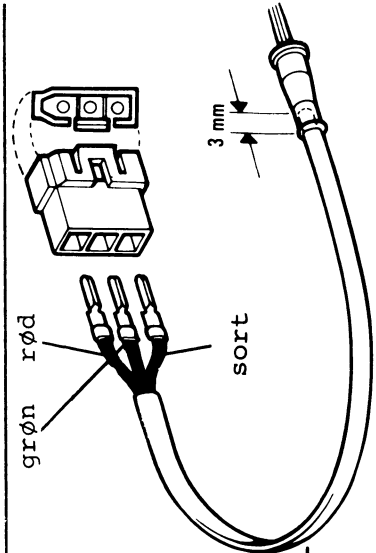

Fig. 7. Montering af impuls-giverled-ninger i stik
12. Skub tyllen ind over ledningen til impulsgiveren (se fig. 7).
- (I) at rotor/vingen ikke berører impulsgiveren eller andre komponenter inde i fordeleren. Dette kan gøres ved at dreje motoren manuelt eller bruge startmotoren,
- (II) at ledningerne fra impulsgiveren er fri af skarpe kanter, der kan forårsage gennemgnavning af isolationen,
1. Indsæt de tre ledninger (rød-grøn og sort) fra impulsgiveren i det trepoledede stik, så farverne passer til stikket i ledningsnettet (se fig. 7).